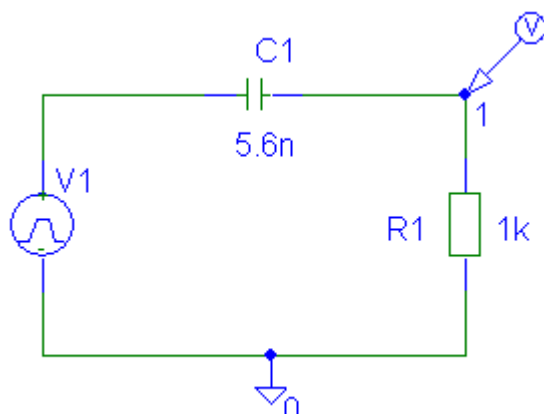

Рис. 1.6. Виртуальная расчетная схема
1.6. **Установка маркеров.** Для измерения напряжения и вывода графиков на экран дисплея на схему наносятся маркеры. Для этого подводим курсор к соответствующей пиктограмме , щёлкаем ЛКМ. Подводим курсор к узлу или ветви схемы и щёлкаем ЛКМ. Собранная схема приведена на рис. 1.6 .